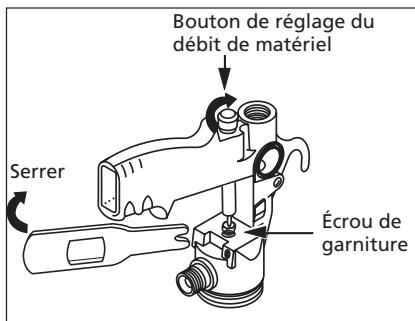

Figure 6 - Ajustement de l'écrou de garniture
De temps à temps, il est nécessaire d'ajuster l'écrou de garniture situé en avant du montage de la détente. Additionnellement, l'écrou de garniture nécessite un ajustement si le montage d'aiguille/buse est changé (Fig. 6).
- serrer l'écrou de garniture avec la clé en tournant l'écrou dans la direction des aiguilles d'une montre jusqu'à ce que l'aiguille ne retourne pas à la position fermée quand la détente est dégagée. Ne pas trop serrer l'écrou de garniture. Afin de bien régler le garnissage, ne serrer pas l'écrou plus que nécessaire pour empêcher que l'aiguille se retourne (Voir Fig. 6).